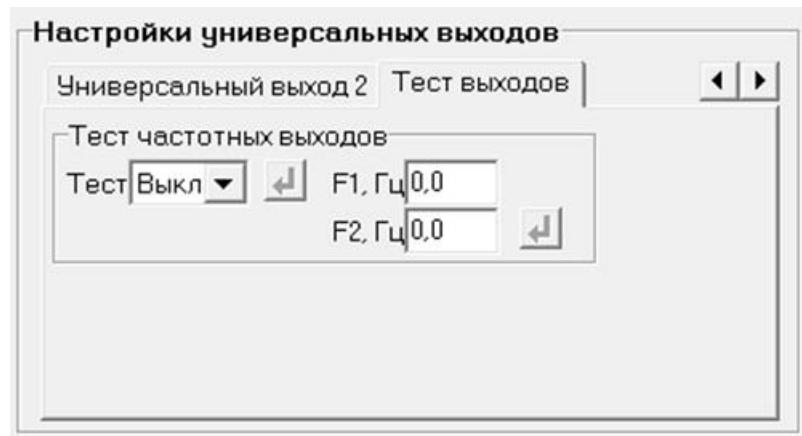

Рис.13. Вид вкладки «Тест выходов».
- 2.4.5. В расходомере предусмотрена возможность проверки работоспособности универсальных выходов в частотном режиме. Установочные параметры для проведения тестирования находятся во вкладке **Тест выходов**, (рис.13), переход к которой производится нажатием кнопки